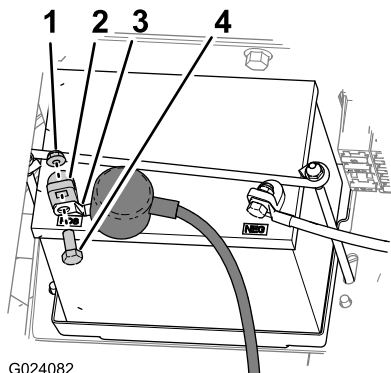

図 4
5. バッテリーのプラスケーブルのカバーを外し、プラスケーブルをバッテリーのプラス端子に固定しているボルトとナットを外す 図 4。